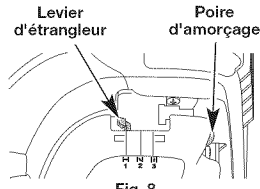
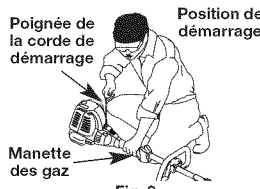

Fig. 8
Fig. 9
AVERTISSEMENT : évitez tout démarrage accidentel. Tenez-vous en position de démarrage lorsque vous tirez sur la corde de démarrage (Fig. 9). L'opérateur et l'appareil doivent tous deux être en position stable pour éviter des blessures graves. Vérifiez la bonne installation de l'accessoire avant le démarrage de l'appareil.
- Lentement, appuyez **10 fois** de suite sur la poire d'amorce. Une certaine quantité de carburant devrait être visible dans la poire d'amorce (Fig. 8). Si l'essence n'est pas visible dans la poire d'amorce, poussez et relâchez la poire jusqu'à ce que l'essence soit visible.
- Mettez le levier d'étranglement en **Position 1** (Fig. 8).
- Placez-vous en position de démarrage (Fig. 9). **ENFONCEZ et GARDEZ ENFONCÉE la manette des gaz pendant TOUTES les étapes suivantes.** Tirez **5 fois** sur le cordon de démarrage.
- Gardez la manette des gaz enfoncée.** Mettez le levier d'étranglement en **Position 2** (Fig. 8).
- Gardez la manette des gaz enfoncée.** Mettez le levier d'étranglement en **Position 3** (Fig. 8).
- Placez-vous en position de démarrage (Fig. 9). Placez le démarreur électrique ou Power Start Bit™ à l'arrière de l'appareil (Fig. 37). Consultez la section *Mode d'emploi* du manuel du démarreur électrique ou de Power Start Bit™.
- ENFONCEZ et GARDEZ ENFONCÉE la manette des gaz pendant TOUTES les étapes suivantes.** Maintenez enfoncé pendant 2 secondes le bouton de démarrage électrique ou de mise en MARCHÉ de la perceuse (I).
- Gardez la manette des gaz enfoncée.** Maintenez enfoncé pendant 2 secondes le bouton de démarrage électrique ou de mise en MARCHÉ de la perceuse (I) jusqu'à ce que le moteur démarre.